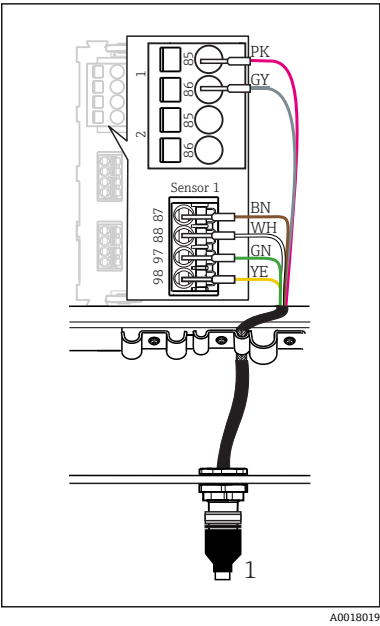

图 22 M12 插头连接（例如在传感器模块上）
- Memosens 数字式传感器可选：传感器电缆插头连接至设备底部的 M12 传感器插座（现场型设备）。采用此类连接方式的设备在出厂前已经完成接线（→ 图 22）。